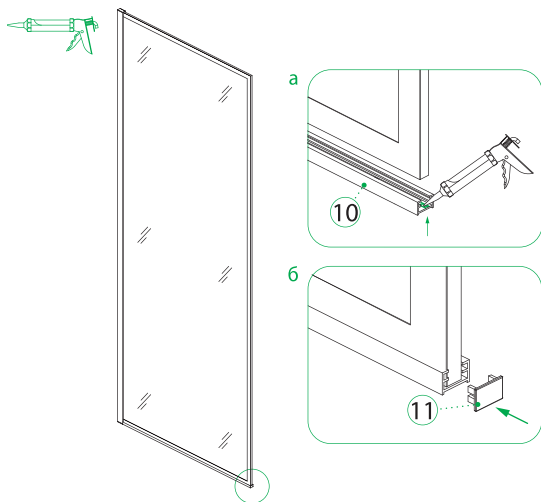

Рис. 8/8-сур.
5. Соберите отдельно закаленное стекло с профилем, предварительно обработав напольный профиль санитарным силиконовым герметиком, соедините его со стеклом и вставьте заглушку нижнего профиля (рис. 8).